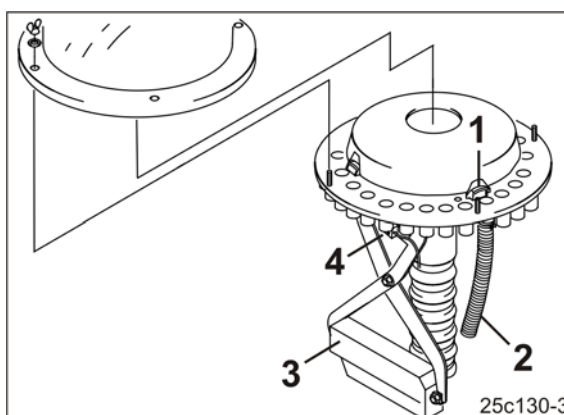

Bild 94
- spärrar körspårskopplingen på fördelarhuvudet via spjället (Bild 94/1) tilldelningen av utsäde till utsädesledningarna (Bild 94/2) i körspårsbillen
Tillförsel av utsäde till körspårsbillarna avbryts genast när elmotorn (Bild 94/3) stänger av motsvarande utsädesledningar (Bild 94/2) i fördelarhuvudet.
En sensor (Bild 94/4) kontrollerar om spjället (Bild 94/1) som öppnar och stänger utsädesrören (Bild 94/2) fungerar normalt.